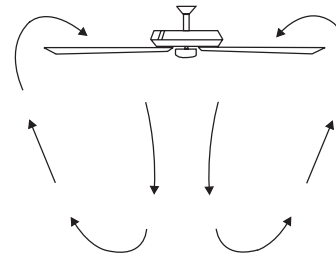

Figura 27
**Operación en clima cálido:** Avance (en sentido contrario a las agujas del reloj). Un flujo de aire descendente crea un efecto de enfriamiento (Figura 27). Esto le permite configurar su aire acondicionado en una configuración más cálida sin afectar su comodidad general.